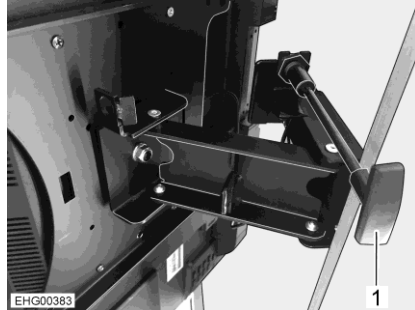

Bild 75 Fäste (ledad arm i ett stycke)
- Dra i handtaget (Bild 75,1) och håll fast. Den platta bildskärmen är upplåst.